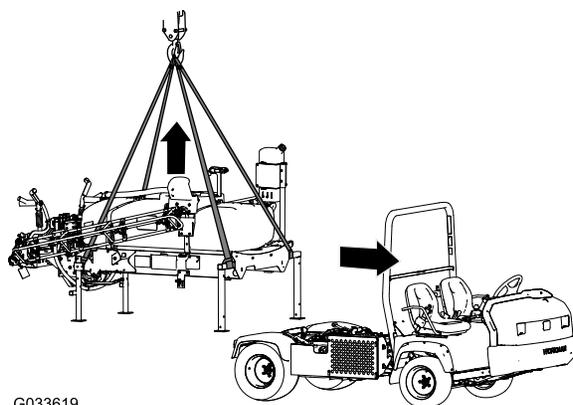

Рисунок 138
1. Опустите стрелы приблизительно на угол 45° и затем поверните их вперед (Рисунок 138).
5. Подсоедините подъемное оборудование к горизонтальным трубкам передних подъемных опор и вертикальным стойкам задних подъемных опор (Рисунок 138).
7. Поднимите раму бака с автомобиля на достаточную высоту, чтобы освободить раму от автомобиля (Рисунок 138).